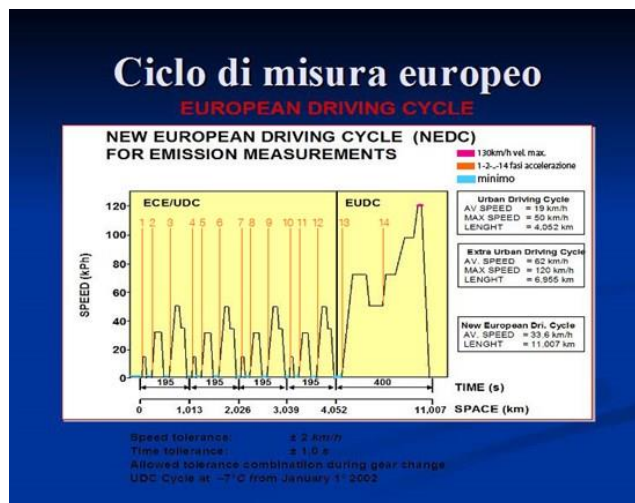
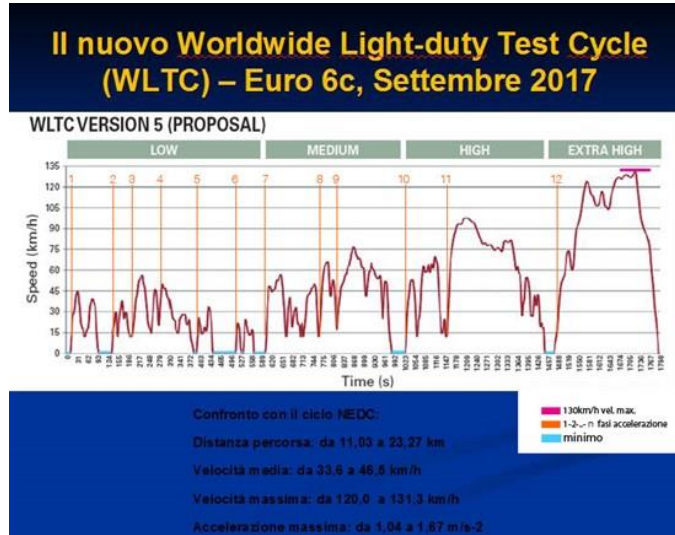

FIG. 1 Nedc (New european Driving Cycle)
FIG.2 Wlct (World-wide harmonized Light duty Test Cycle)
- 1) descriva sinteticamente i cicli di prova secondo l'attuale normativa europea **Nedc (New european Driving Cycle)** ossia il loro svolgimento e le misure effettuate facendo riferimento al grafico di FIG. 1;
- 2) dal confronto fra il grafico di FIG. 1 relativo alla normativa in vigore e il grafico di FIG. 2 relativo alla nuova normativa Wlct (World-wide harmonized Light duty Test Cycle) indichi le principali differenze fra i due cicli e la tipologia di autoveicoli che meglio rispettano tali nuovi cicli di omologazione;